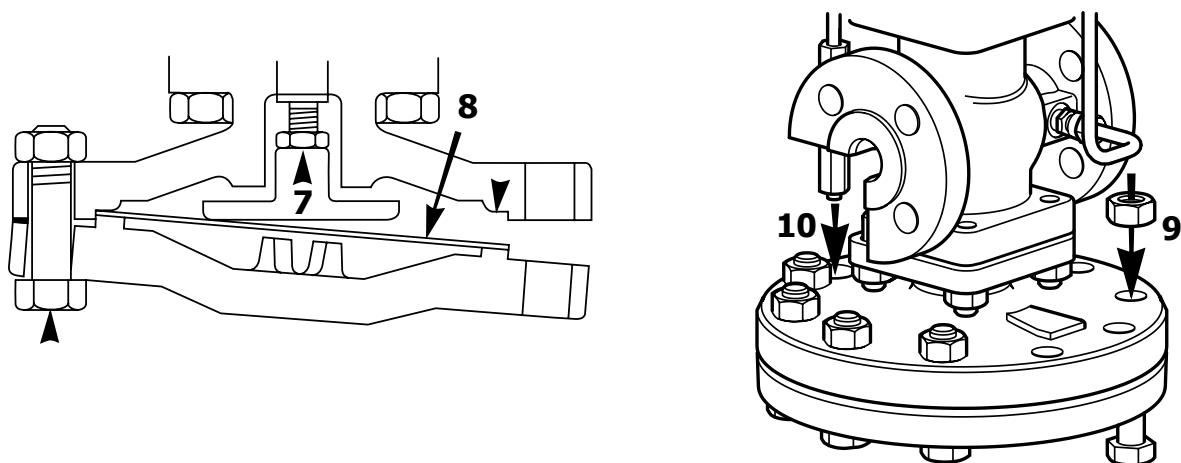

Рис. 14
- f.** Свободно закрепите нижнюю камеру на два болта по обе стороны от соединения балансировочной трубки, чтобы оставался зазор (рис. 14)
- p.** Свободно закрепите нижнюю камеру на два болта по обе стороны от соединения балансировочной трубки, чтобы оставался зазор (рис. 14)